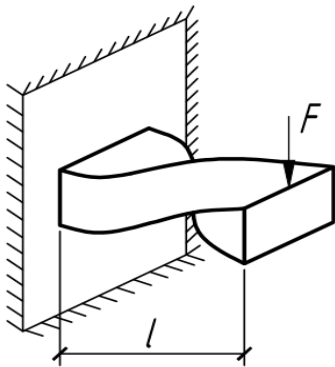

Рис. 4.29
**4.29. Определить прогиб на конце витой балки квадратного сечения  $b \times b$ . Дано:  $F, E, b, l$  (рис.4.29).**